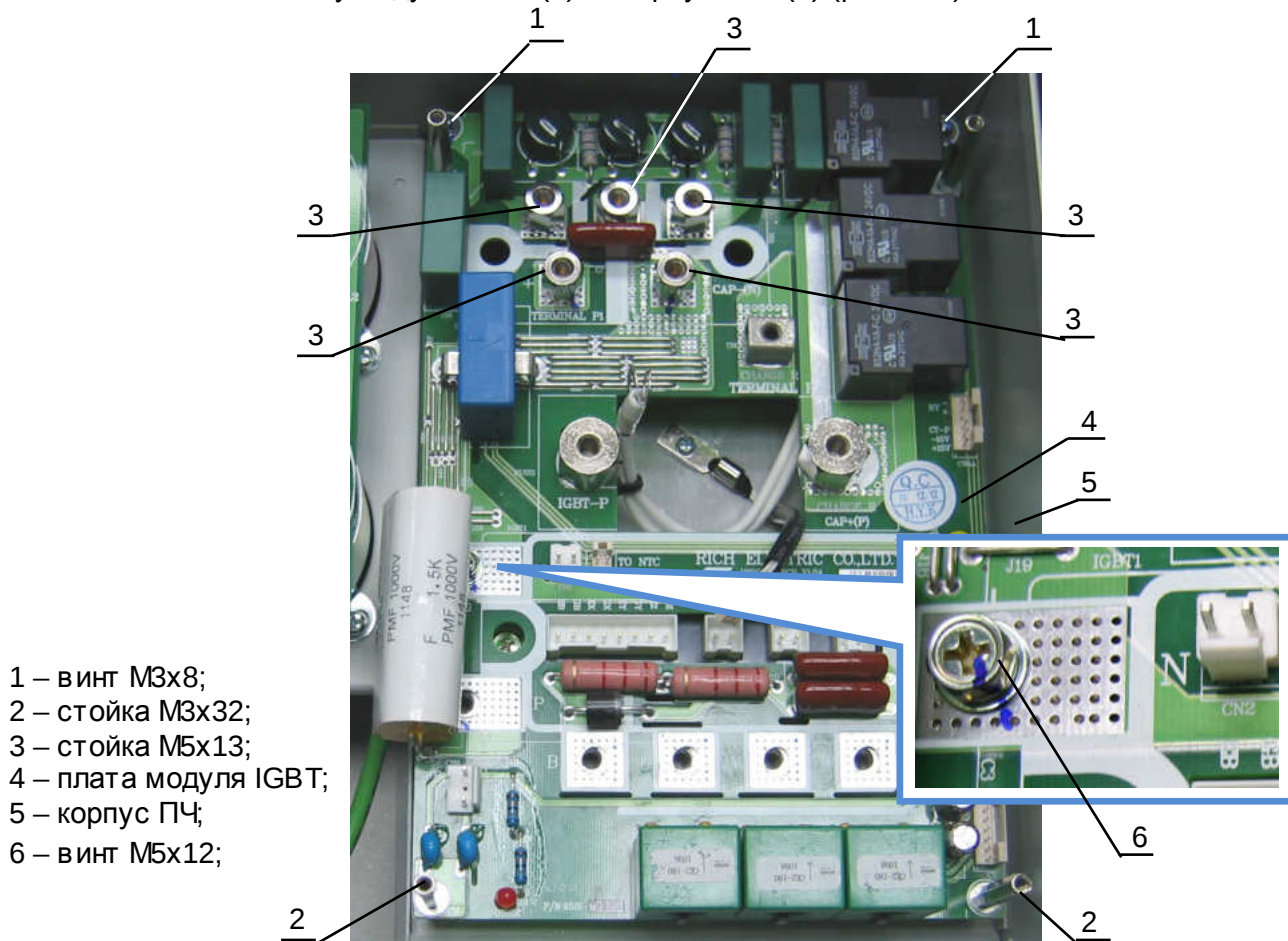

Рис.6.14
6.9.3. Выкрутить два винта (1) и две стойки (2) крепления платы модуля IGBT (4), а также пять стоек (3) и винт (6) силовой клеммы N матрицы IGBT (рис.6.14). Винты и стойки положить в тару для крепежа.
6.9.4. Извлечь плату модуля IGBT (4) из корпуса ПЧ (5) (рис.6.14).